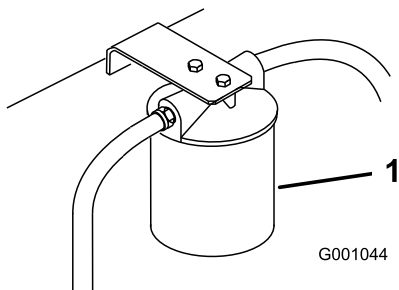

Figura 87
3. Coloque un recipiente bajo el filtro, retire el filtro usado y limpie con un paño la superficie de la junta del adaptador del filtro (Figura 87).